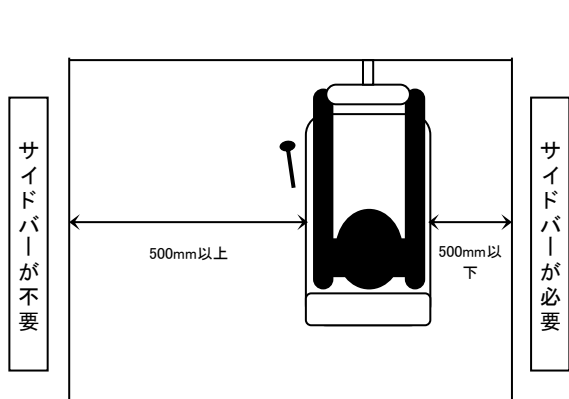

図1 サイドバーが必要な条件
- 3) ① シートより車両外側までの距離が500mm以内の場合は、サイドバーもしくは金属製のドアを装着すること(図1参照)。